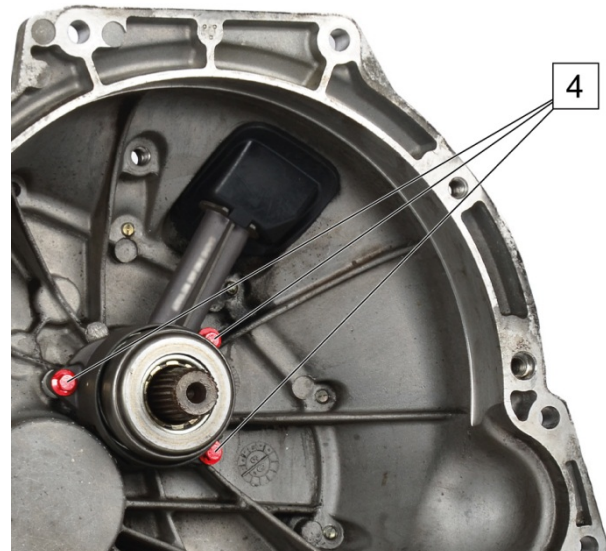

Fig. 3: CSC montiert / CSC assembled / Butée hydraulique montée / CSC montado
5. CSC montieren und die Befestigungsschrau-ben (4) mit 11 Nm fest-ziehen (Fig. 3). Angaben des Fahrzeug-herstellers beachten.
5. Assemble the CSC and tighten the retaining bolts (4) with 11 Nm (Fig. 3). Observe vehicle manu-facturer specifications.
5. Monter la butée hydrau-lique et serrer à fond les vis de fixation (4) avec 11 Nm (fig. 3). Respecter les indications du constructeur du véhi-cule.
5. Monte el CSC y apriete los tornillos de fija-ción (4) con 11 Nm (fig. 3). Tenga en cuenta las es-pecificaciones del fabri-cante del vehículo.